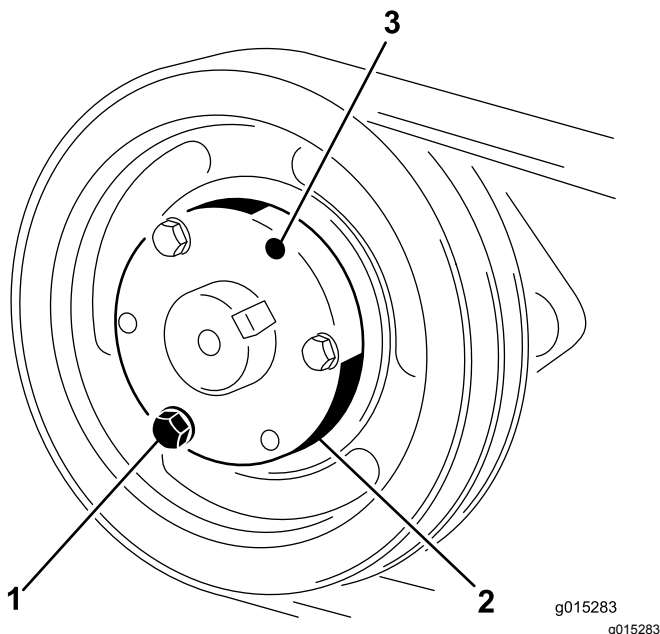

Рисунок 26
1. Удалите болты и стопорные шайбы по одному за раз и заверните их в соседние отверстия (Рисунок 26).